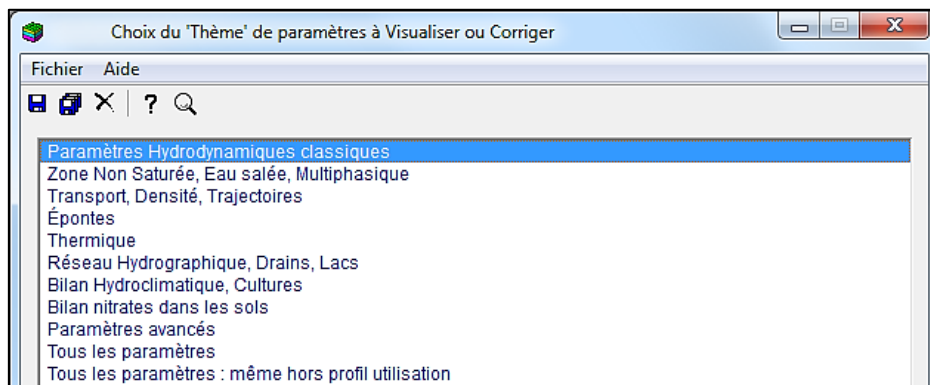

Figure 64 – Sélection d'un « Thème » d'actions à créer.
- On voit alors apparaître une boîte de dialogue (Figure 64) pour choisir un « Thème » d'actions.